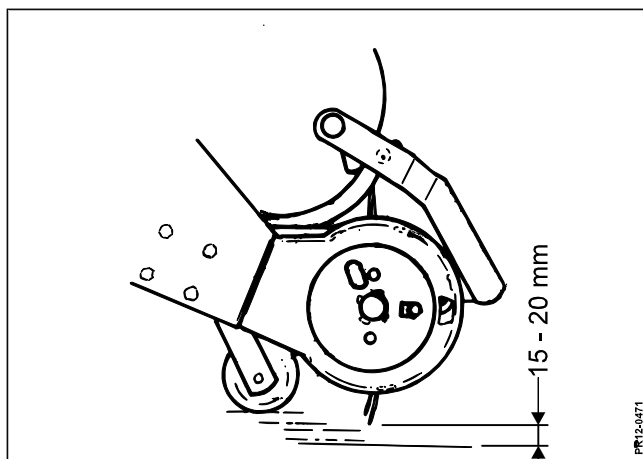

Fig. 4-1
**Fig. 4-1** Under pickuppen er monteret støtteruller af stål, som kan indstilles i højden. Man bør tilstræbe en højde på pickuppen, så fjedrene, dels ikke rammer jorden og blander jord i afgrøden, og dels problemfrit kan opsamle græsset uden spild.